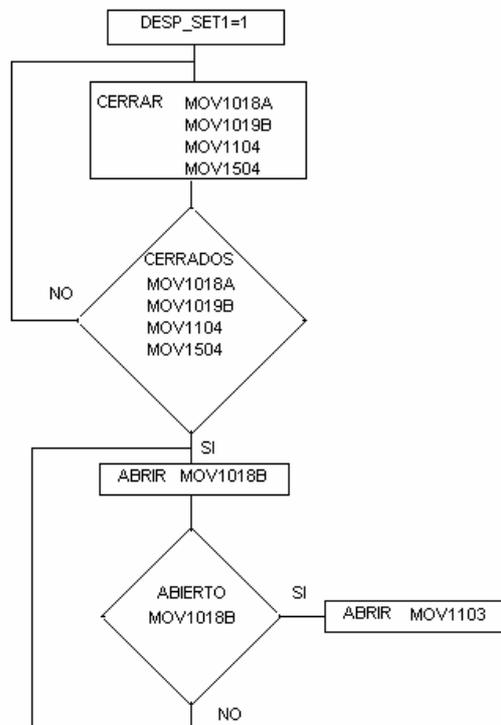

Figura 4.50. Diagrama de Flujo de TRAT\_SET1
**En la figura 4.50, se muestra el diagrama de flujo de DESP\_SET1:**